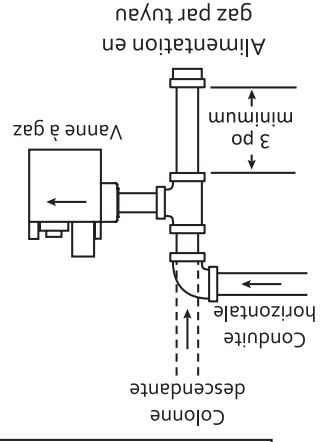

Fig. 4 – Tuyauterie type d'une vanne à gaz
5. Appliquez du mastic d'étanchéité (pâte lubrifiante) approuvé pour tous les gaz, uniquement sur les filets mâles des joints de tuyaux. N'appliquez PAS de mastic sur les deux premiers filets (reportez-vous à la Figure 4 pour les raccordements types de tuyau).